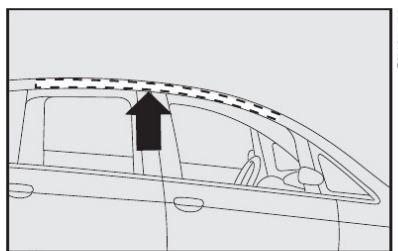

fig. 126
**AIRBAGS LATERAIS DE PROTEÇÃO DA CABEÇA (WINDOW BAG) - fig. 126**